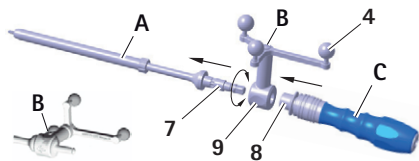

Fig. 6 Montera referensstjärnenheten ("förkalibrerad") och S⁴C-handtaget på S⁴C-gängtappen.
- Släpp spärrhylsan 8, se Fig. 6. Kontrollera att handtaget S⁴C sitter fast.